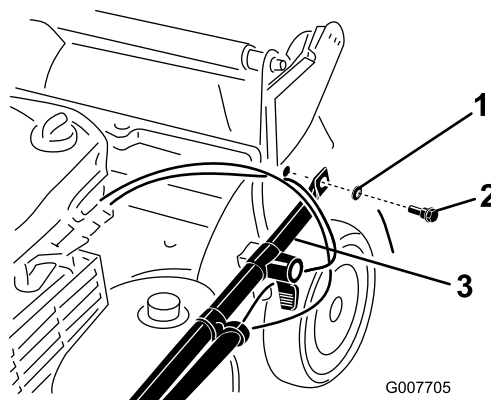

Figure 3
2. Fixez les extrémités du guidon au carter de tondeuse avec 2 rondelles et 2 boulons (Figure 3), **mais ne serrez pas les boulons**.
**Important:** Acheminez les câbles à l'extérieur du guidon (Figure 3).